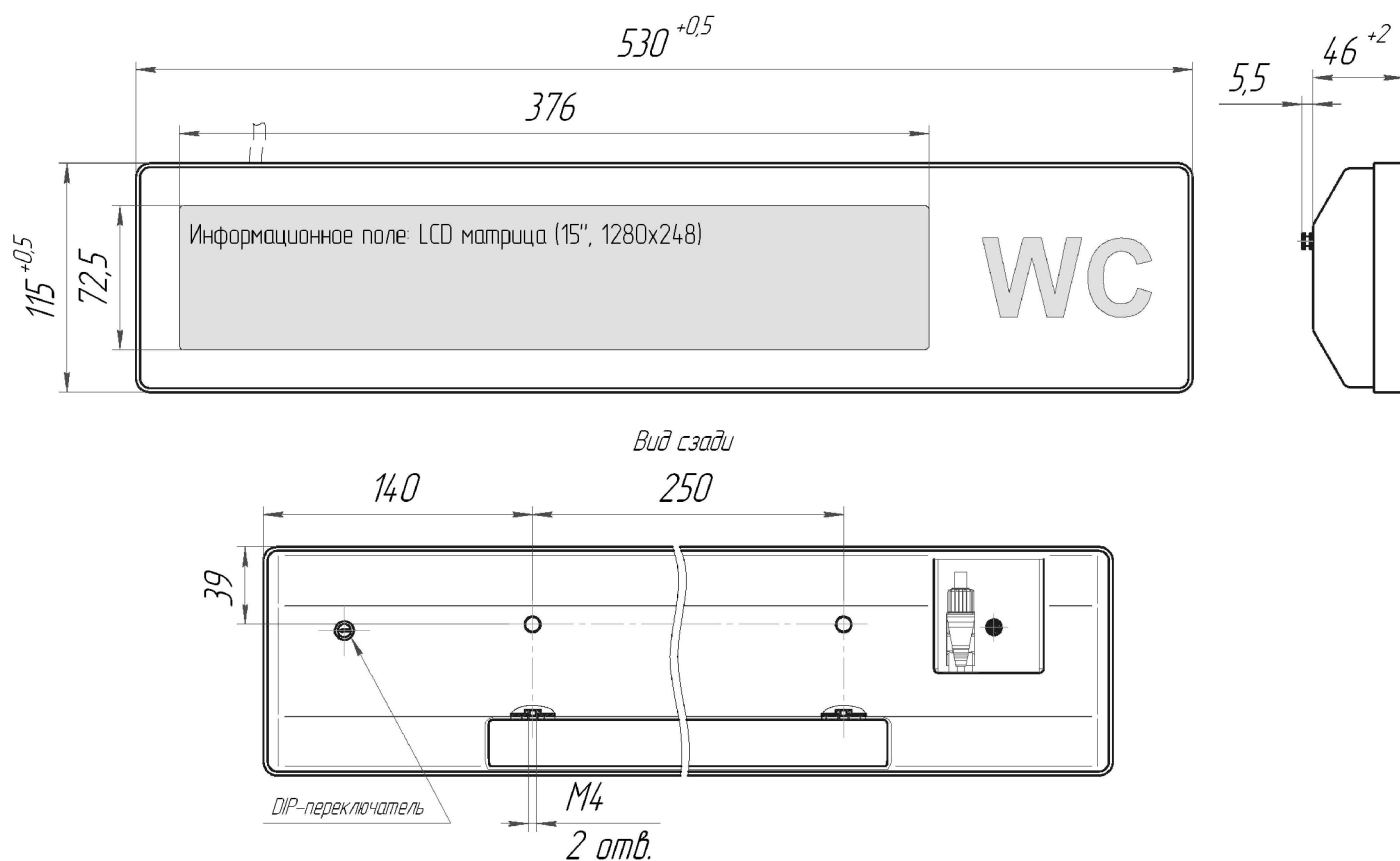

Рис.1 Габаритные размеры ПИ 1280x248
4.4.2 Справа от информационного поля отображается занятость туалетов в соответствующем конце вагона. Пиктограмма «WC» подсвечивается красным – туалет занят, зеленым – свободен (см. рис.1).